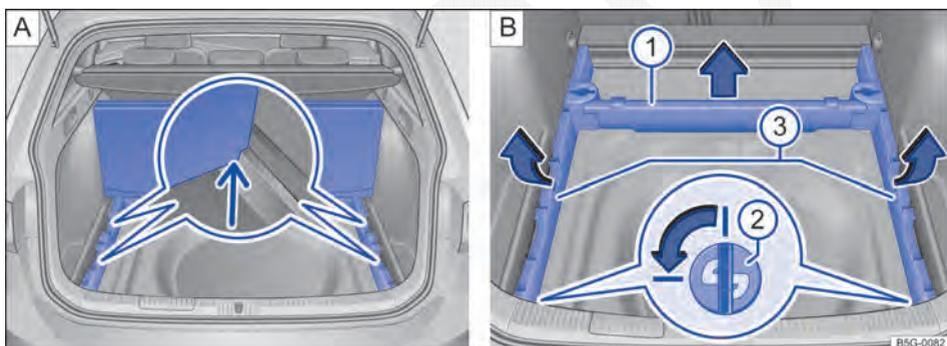

Fig. 103 No compartimento de bagagem: **A** assoalho do compartimento de bagagem levantado, **B** remover os suportes do assoalho do compartimento de bagagem.
- Travar os cantos externos do segmento traseiro do assoalho do compartimento de bagagem nos ressaltos do suporte ⇒ Fig. 103 [A] (lupa, seta).
- Retirar o suporte dianteiro do assoalho do compartimento de bagagem ⇒ Fig. 103 [E] ① no sentido da seta para cima e guardar fora do compartimento de bagagem.
- Para destravar, girar ambos os suportes de encaixe ⇒ Fig. 103 [B] ② (lupa) em um quarto de giro (90°) no sentido da seta e retirar para cima.
- Levantar ambos os suportes laterais do assoalho do compartimento de bagagem ⇒ Fig. 103 [B] ③ na área traseira no sentido da seta e retirar para trás dos alojamentos dianteiros.
- Guardar com segurando os suportes do assoalho do compartimento de bagagem removidos ⇒ Fig. 103 [B] ①, ③ e os suportes de encaixe ⇒ Fig. 103 [B] ②.